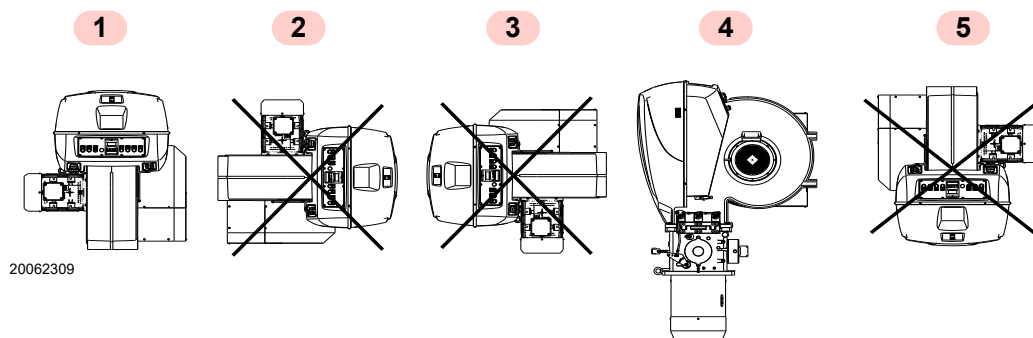

Fig. 9
- El quemador está preparado exclusivamente para funcionar en las posiciones **1**, y **4** (Fig. 9).